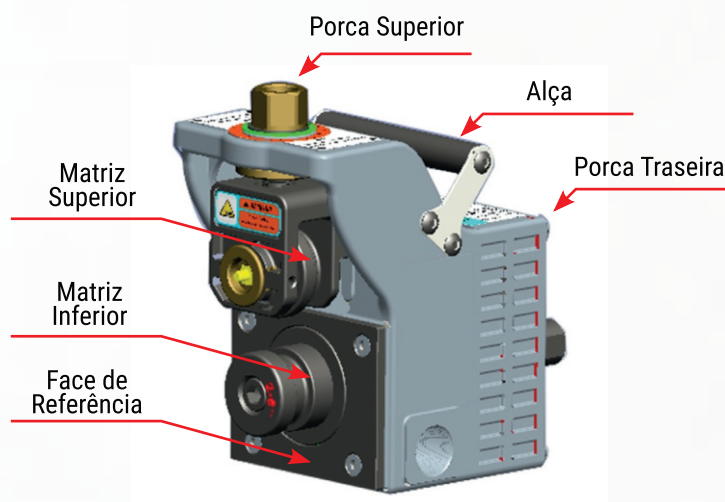

Figura 1
4. Insira a manivela na porca superior e gire no sentido anti-horário para que tenha folga entre a matriz superior e inferior. Em seguida, insira o tubo entre as matrizes e encoste a extremidade do tubo na face de referência (figura 1).